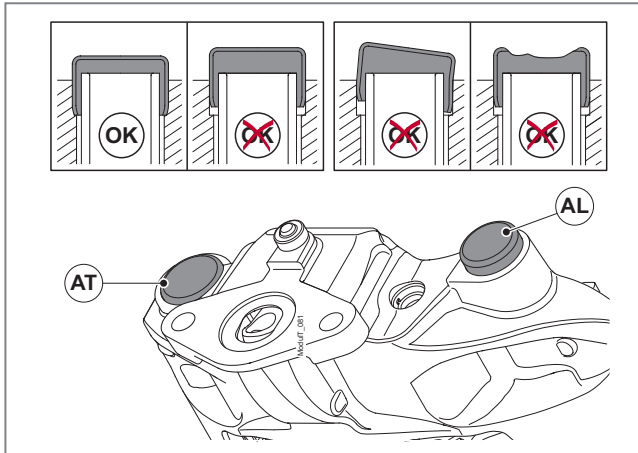

Abb. 72 - Korrektur Schutzkappensitz
12. Schlagen Sie vorsichtig und leicht die Schutzkappen (AT) und (AL) mit Hilfe eines Kunststoffhammers in Position. Beachten Sie, dass die Kappen in verschiedener Größe vorliegen. Die größere Kappe ist an der Loslagerseite (AT) und die kleinere an der Festlagerseite (AL) angebracht. Die Festlager-Schutzkappe (AL) ragt über die Gussoberfläche hinaus, während die Loslager-Schutzkappe (AT) nahezu bündig abschließt, *siehe* ► Abb. 72.
14. Stellen Sie sicher, dass die Schutzkappen ordnungsgemäß bis zum Anschlag sitzen, *siehe* ► Abb. 72.